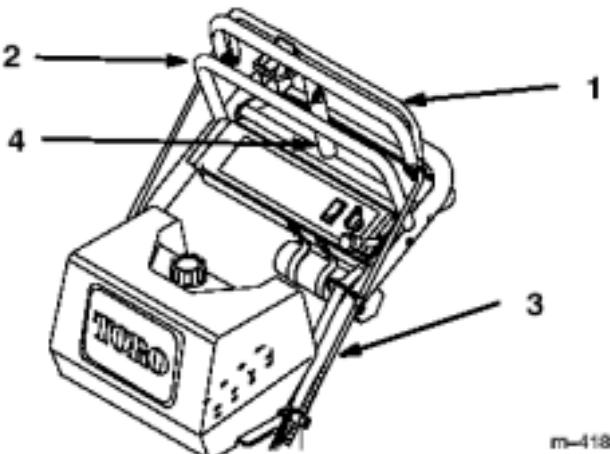

图8
3、当轮驱动完全启动时，检查高位控制手柄和固定手柄间的空隙。空隙应大约在1至 $1\frac{1}{4}$ 英寸范围内。(图8)
5、检查刹车调节。刹车手柄应进行调节，当推压高位控制杆时，刹车水平杆应自然贴入固定手柄。(图8)